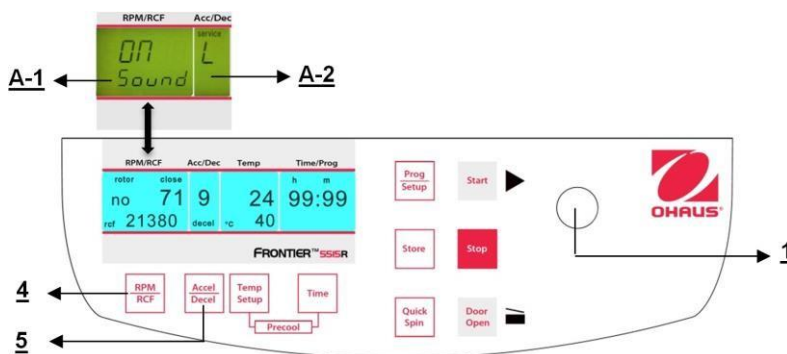

Figura 35
Proceda como se describe en el punto 4.1.1 para ingresar en este modo de programa y luego presione el botón "**Accel/Decel**" (5). En la pantalla "**Acc/Dec**" (A-2) destella la palabra "**Service**". Ahora seleccione la letra "**L**" con la perilla de ajuste (1). Como resultado, aparecen las palabras "**On Sound**" en la pantalla "**RPM | RCF**" (4). Si presiona el botón "**RPM | RCF**" (4) ahora, destella la palabra "**On**" y puede apagar el sonido con la perilla de ajuste (1) (vea la Figura 35).